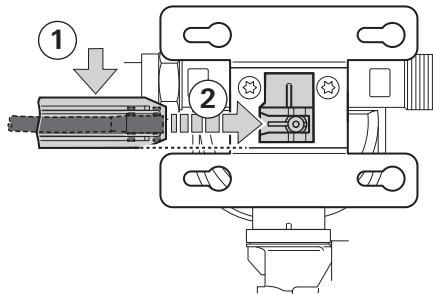
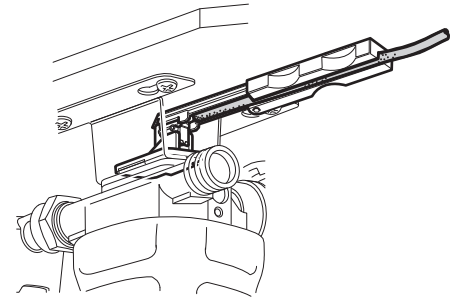

Abb. 7
Abb. 8
- ▶ Der Halter für den Geber ist außermittig zwischen den Blechwinkeln angebracht (Abb. 7). Deshalb die Montagehilfe inkl. Geber und Kabel auf der Innenseite des unteren Blechwinkels parallel anlegen (Abb. 7 - Schritt 1).
- ▶ Montagehilfe inkl. Geber und Kabel in Richtung Halter schieben (Abb. 7 - Schritt 2), bis der Geber spürbar in den Halter eingerastet ist (Abb. 8).